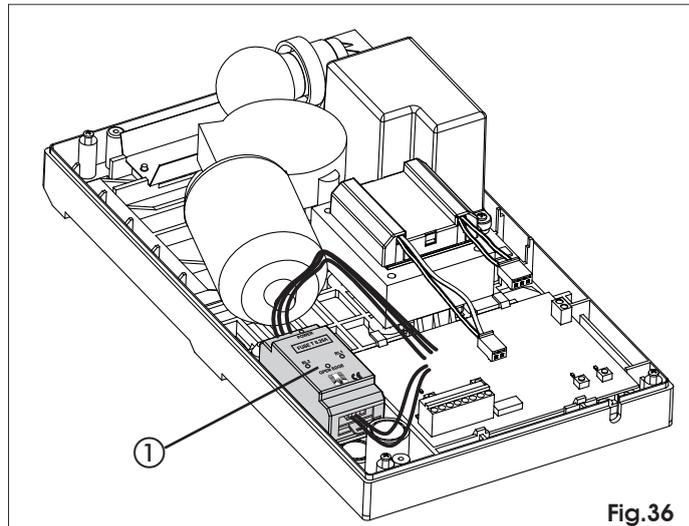

Fig.36
L'utilisation du bord de sécurité à élément conducteur est facilitée par la possibilité de loger sur l'opérateur la centrale spécifique (Fig. 36 ref ①). Procéder comme suit:
- Loger l'unité de contrôle d'après la Fig. 36.